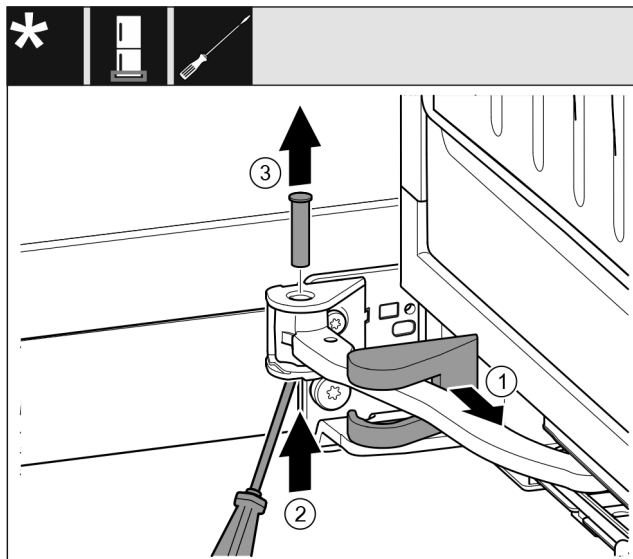

Fig. 17
- ▶ Snemite pokrov ležajnega podstavka Fig. 17 (1) in ga zamaknite vzdolž zgibnega dela.
- ▶ Sornik Fig. 17 (2) z izvijačem dvignite od spodaj.
- ▶ Sornike Fig. 17 (3) izvlecite ven od zgoraj.